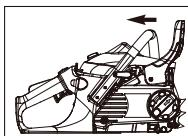

Fig. 3A
- Assurez-vous que le levier du FREIN DE CHAÎNE® est tiré vers l'arrière, dans la position DÉSENGAGÉ. (Fig. 3A)